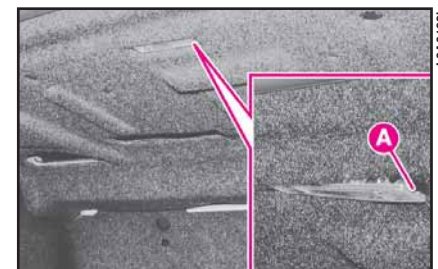

fig. 40
1) Enlever le plafonnier en poussant avec un tournevis sur l'agrafe **A** (**fig. 40**).